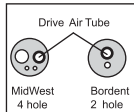

Fig. 18
- 4) Sæt spidsdysen ind i drivmidlet på håndstykket. Hold håndstykket og spray i ca. 2-3 sekunder. Påfør smøremiddel, indtil det kommer ud af håndstykkets hoved i mindst 2 sekunder (fig.18, 19).